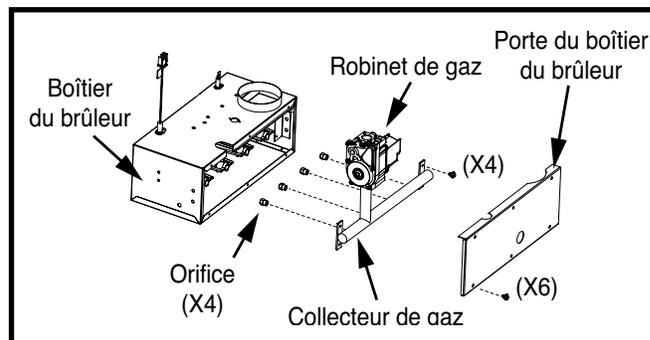

Figure 21. Démontage de l'orifice
8. Retirez soigneusement les quatre vis qui fixent le collecteur de gaz à l'ensemble brûleur. Voyez la Figure 21.